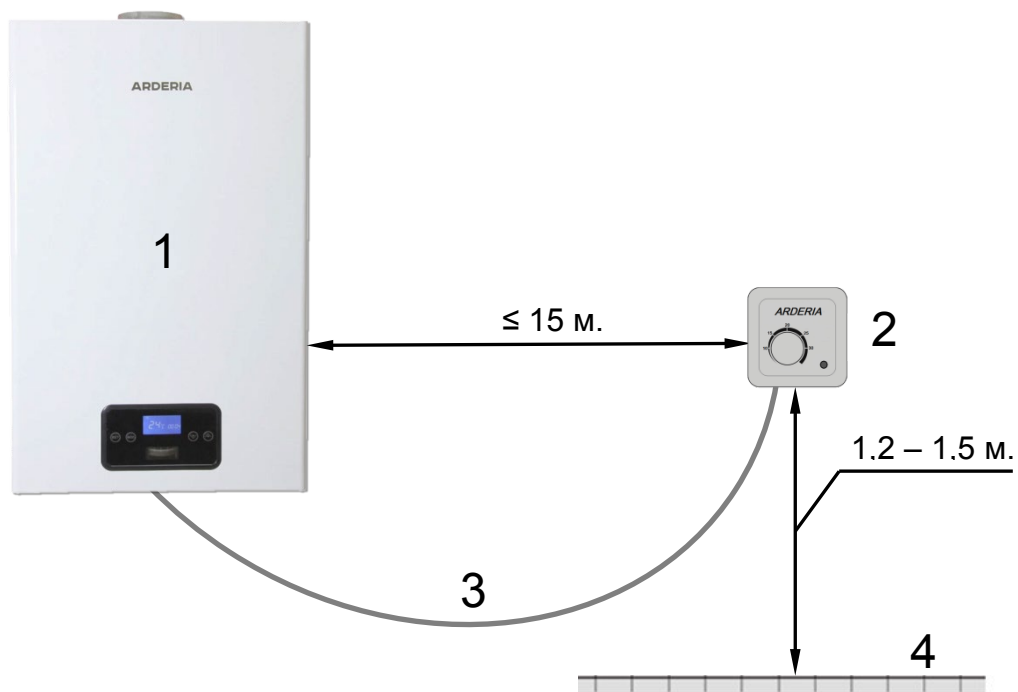

Рис. 44 Место установки комнатного термостата
- Термостат монтируют на стене, на высоте 1,2 – 1,5 м. от пола (См. Рис. 44).
- **Рекомендуемое** расстояние от термостата до котла не более 15 м (См. Рис. 44).